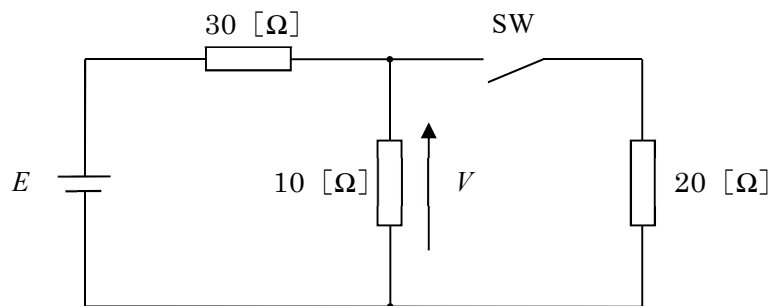

図 1－1
- (1) 図 1－1 に示す電気回路においてスイッチ SW が閉じているとき、 $10\ [\Omega]$ の抵抗に掛かる電圧 V は $40\ [V]$ である。このとき抵抗 $20\ [\Omega]$ に流れる電流は(①) $[A]$ である。次に電圧 $E\ [V]$ を変えずにスイッチ SW を開いたとき、 $10\ [\Omega]$ の抵抗に掛かる電圧 V は(②) $[V]$ である。